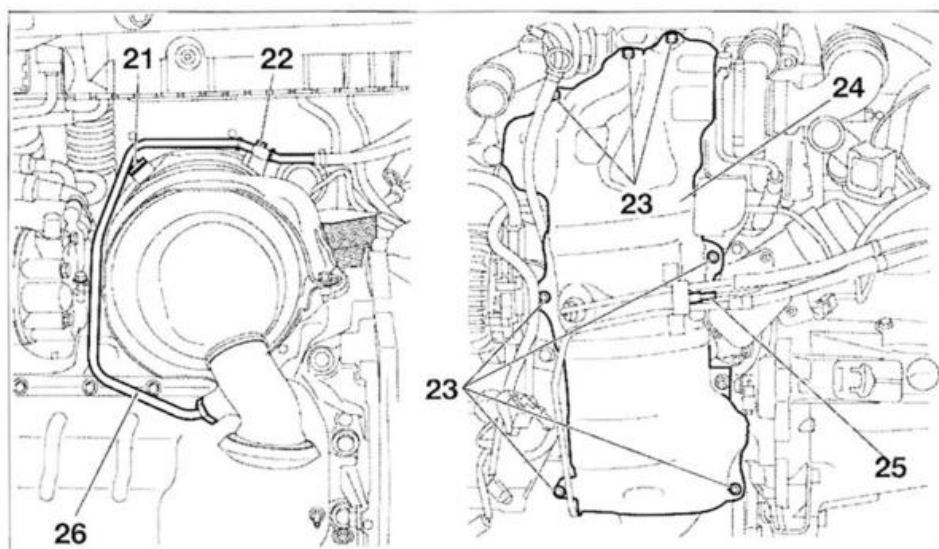
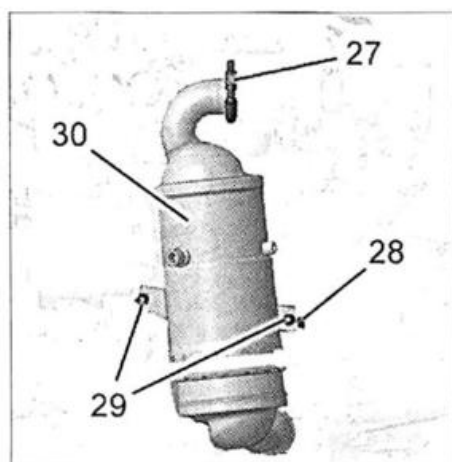

FIG. 6
FIG. 7
- Separar los tubos (21) y (26) (fig. 6).
- el tornillo (22)
- la sonda de temperatura (25)
- los tornillos (23)
- la pantalla térmica (24)
- Desmontar (fig. 7):
- la abrazadera de escape (27)
- los tornillos (29)
- el filtro de partículas (30)
- el tornillo (28)